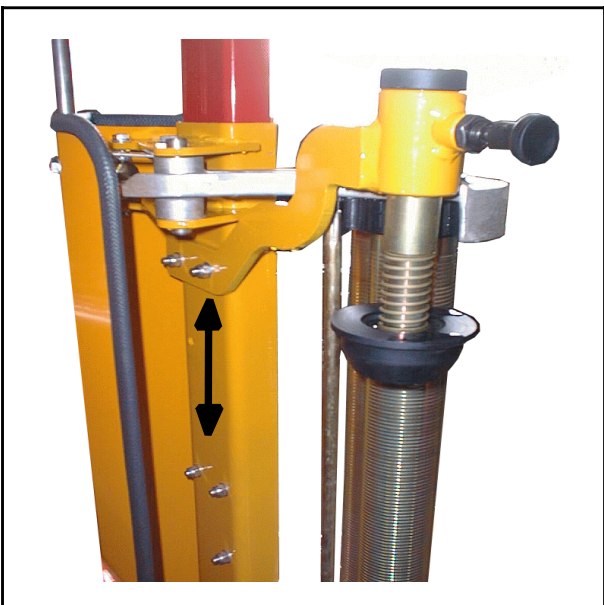

Bild 6-3
- 6.2 Die Folie auf der unteren Spitze in Position setzen, die obere Spitze mit dem Knopf enriegeln und in die untere Position herunterdrücken und Einrasten. Der Vorspanner ist vom Werk aus für 750mm Folie vorbereitet, kann aber schnell auf 500mm umgestellt werden. Der obere Bock wird dafür in das untere Lochbild befestigt. (Siehe Abb. 6-3)